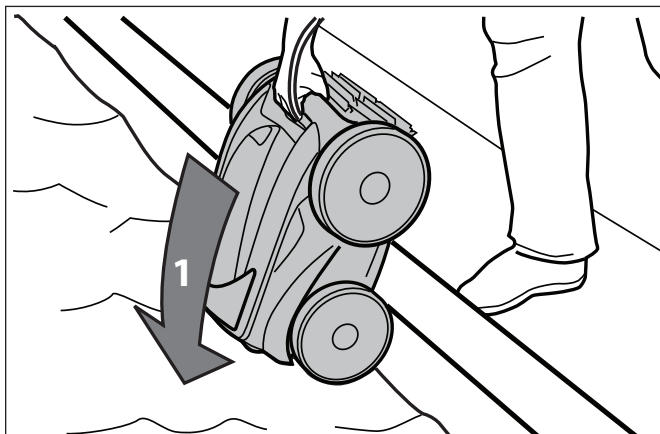

Figure 13. Immerger le robot nettoyeur à la verticale
1. Immerger le nettoyeur dans l'eau de la piscine et libérer tout l'air emprisonné à l'intérieur en plaçant l'appareil à la verticale (Figure 13).